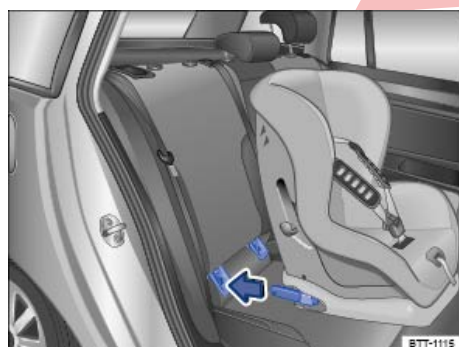

Fig. 116 Representación esquemática: montaje del asiento para niños ISOFIX con conectores.
- Introduzca los conectores del asiento para niños en los anclajes ISOFIX en el sentido de la flecha ⇒ fig. 116. El asiento para niños deberá encastrar de forma segura y audible.